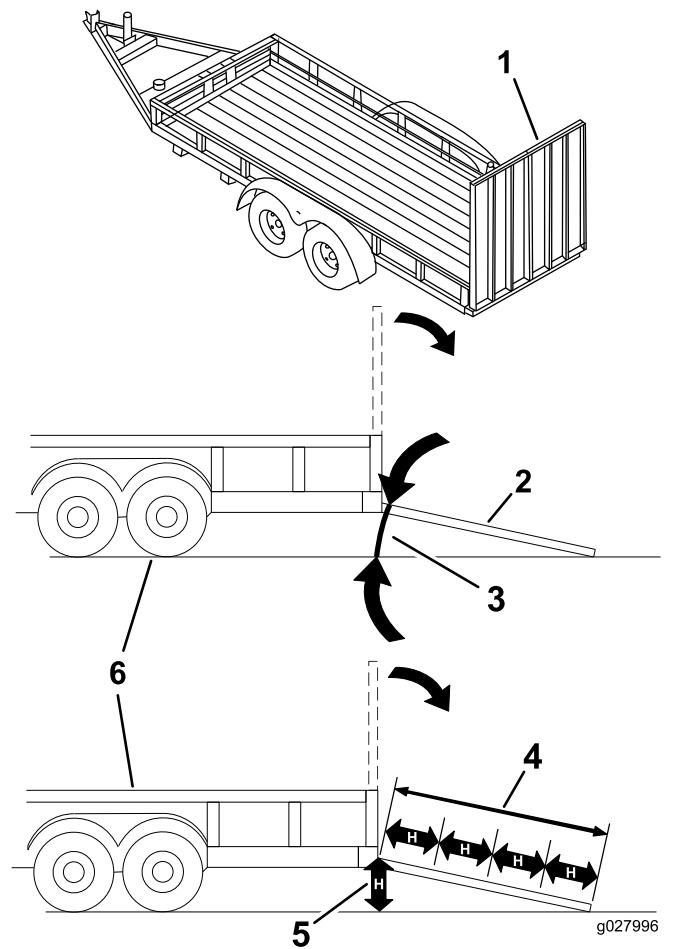

Рисунок 30
Завантаження пристрою на причеп або вантажівку збільшує імовірність перекидання і може спричинити серйозні травми або смерть (Рисунок 30).
3. Опустіть рампу, стежачи, щоб кут між рампою і землею не перевищував 15 градусів (Рисунок 30).
1. Опустіть рампу, стежачи, щоб кут між рампою і землею не перевищував 15 градусів (Рисунок 30).